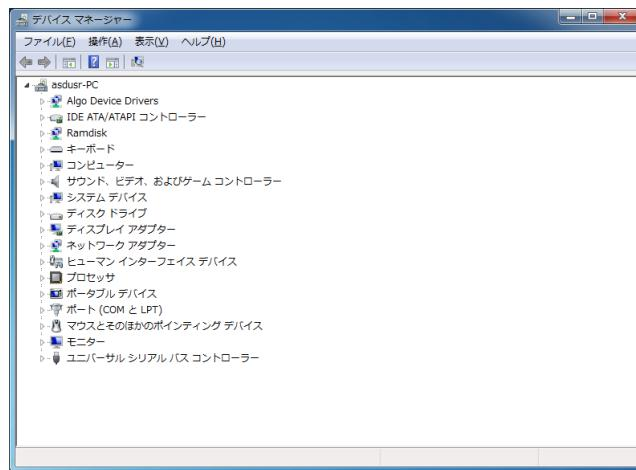

図3-3-8-1. デバイスマネージャー
- ① スタートメニューから【コントロールパネル】を選択します。
- ② 【コントロールパネル】が開きます。【システム】を実行します。
- ③ ダイアログが開きます。【デバイスマネージャー】を選択します。
- ④ 【デバイスマネージャー】が開きます。(図3-3-8-1)